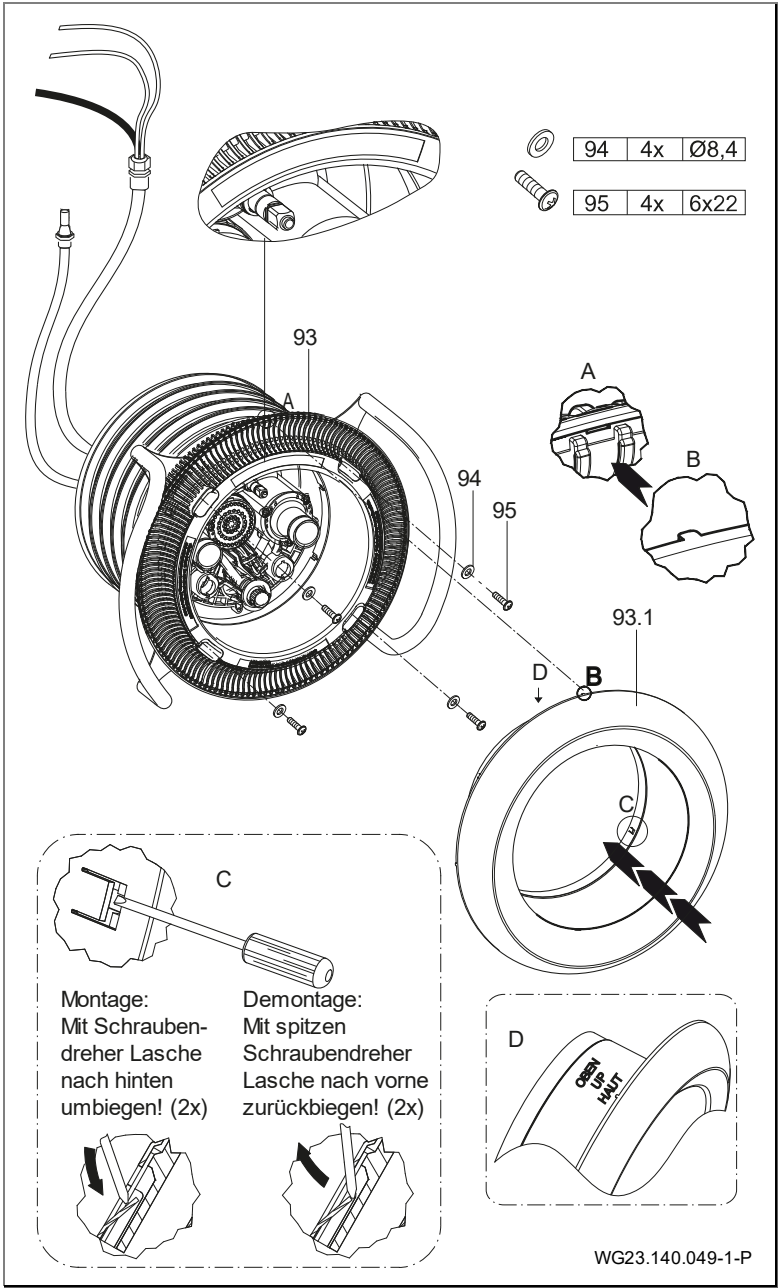
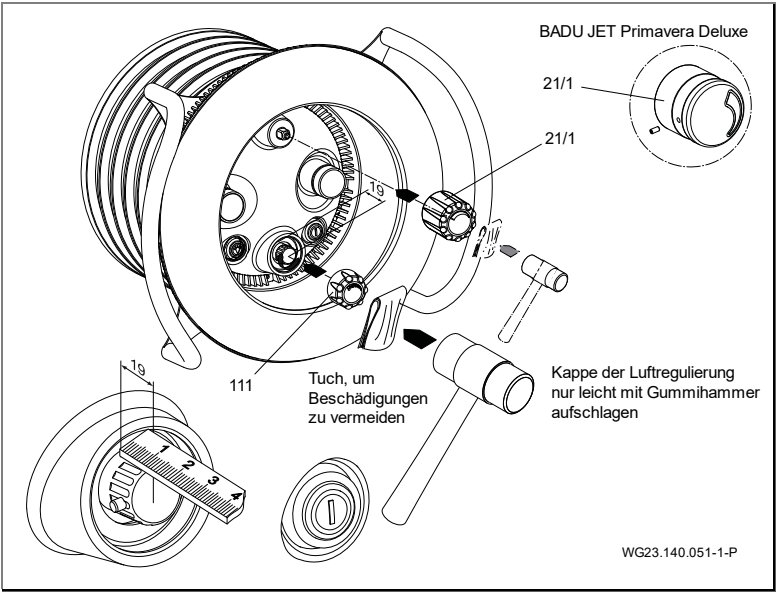

Abb. 18
Abb. 20
9. Ansaugblende (93) auf dem Spannring (28) ansetzen und mit vier Unterlegscheiben (94) und vier Schneidschrauben (95) befestigen. (Abb. 18)
10. Edelstahlblende (93.1) mit vorstehenden Zentriernoppen auf den vorhandenen Aussparungen der Ansaugblende (93) ausrichten und von Hand aneinanderpressen. Markierung "OBEN" auf der Edelstahlblende beachten. Zur Arretierung der Blende die zwei seitlichen Biegelaschen mit einem Schraubendreher nach hinten umbiegen. (Abb. 18)
12. Primavera: Kappe für Mengen- (21/1) und Luftregulierung (111) mit Hilfe eines Gummihammers und Schutztuches befestigen. (Abb. 20)
1. Kappe für Mengen- (21/1) und Luftregulierung (111) abziehen. Bei der BADU JET Primavera Deluxe muss vor dem Abziehen der Kappe die Madenschraube gelöst werden. Siehe "Abb. 20"
2. Schneidschrauben (112) lösen und Lichtabdeckung (110) abnehmen.
3. Die zwei seitlichen Biegelaschen der Edelstahlblende nach vorne zurückbiegen und Edelstahlblende abnehmen. Siehe "Abb. 18"
4. Schneidschrauben (95) lösen und Ansaugblende (93) und Haltegriff (70) abnehmen.
5. Bei Bedarf die Schneidschrauben (61) lösen. Düsengehäuse (102.1) abnehmen. Dabei auf die innere Luftleitung (4) achten, die am Einbaugehäuse (1) befestigt ist.
6. Schrauben (52) lösen. Haltegriff (70), Spannring (28) und Spannringdichtung (27) abnehmen.